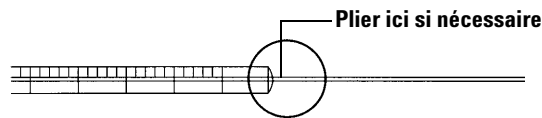

Figure 39 Contrôle de la seringue
- 1 Faites rouler la seringue sur le bord d'une surface plane propre. Si la pointe de l'aiguille dessine un cercle, redressez la tige en la pliant légèrement près du point de connexion avec le cylindre de la seringue. Faites un nouvel essai (Figure 39).